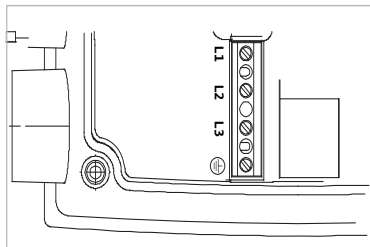

Fig. 24: bornes de potencia (bornes de alimentación eléctrica)
- Bornes de potencia (bornes de alimentación eléctrica) (fig. 24)